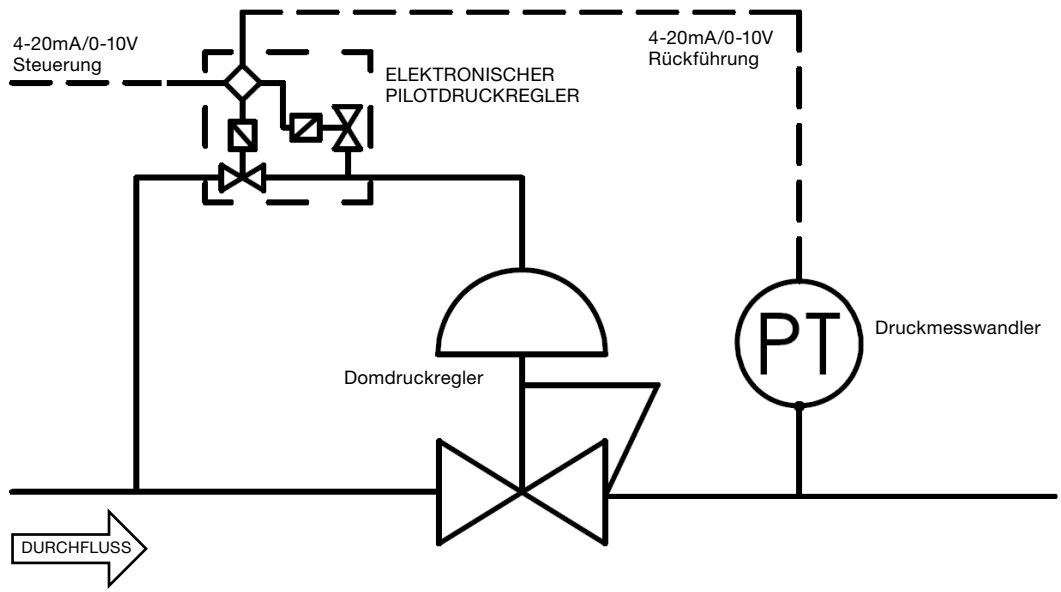

Abbildung 6
- **Elektronische Steuerung** Bei diesem Aufbau wird ein elektronischer Vorsteuerregler, der vom Systemdruck gespeist wird, in Verbindung mit einem Druckwandler zur direkten Steuerung des Domdrucks verwendet (Abbildung 6). Der eingestellte Druck von der Hauptdruckregler wird durch den Ausgangsdruck des elektronischen Reglers begrenzt. Dieser Aufbau ist nicht für Flüssigkeitsanwendungen geeignet.